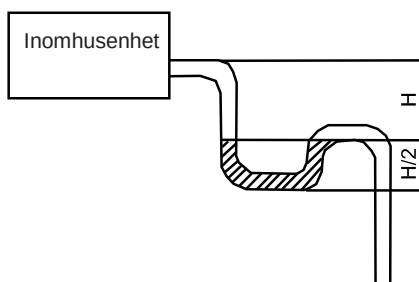

Bild 24
- (4). När det inte är möjligt att ge kondensvattenavledningsröret en tillräcklig lutning, måste ett stigrör monteras (medföljer ej).
- (5). Om inomhusenhetens luftflöde är för kraftigt, kan det orsaka negativt tryck och leda till att utomhusluft sugas tillbaka in. Då måste ett vattenlås av U-modell monteras på kondensvattenavledningssidan av varje inomhusenhet. (Bild 24)
- (6). Montera ett vattenlås för varje enhet.
- (7). När vattenlåset monteras bör du beakta att det ska vara lätt att rengöra.